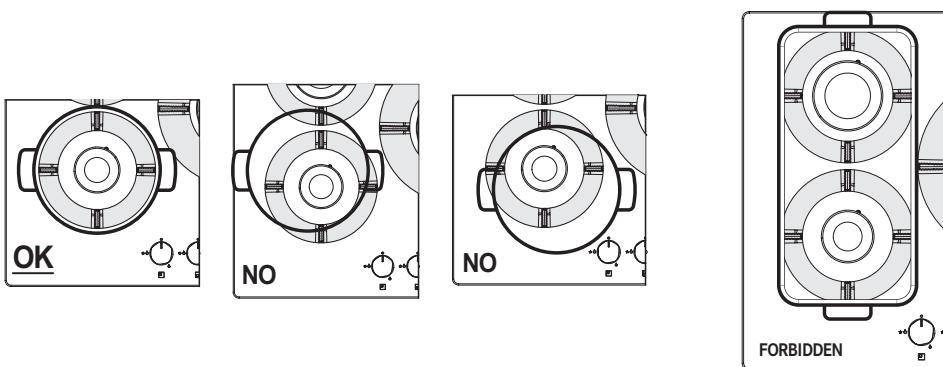

Fig. 1
Utilizarea unor vase mai mari decât cele specificate pot cauza încălzirea excesivă a butoanelor și părții superioare, iar în caz de utilizare prelungită, îngălbirea capacului (dacă este din oțel inoxidabil). Franke își declină orice responsabilitate pentru defecțiunile rezultate din utilizarea aparatului în acest mod (Fig. 1).
- ▷ Nu puneți aceeași tigaie pe două arzătoare (Fig. 1).
- ▷ Nu folosiți două arzătoare aprinse în același timp cu un singur recipient, cum ar fi o cratiță sau o tigaie de pește (Fig. 1).